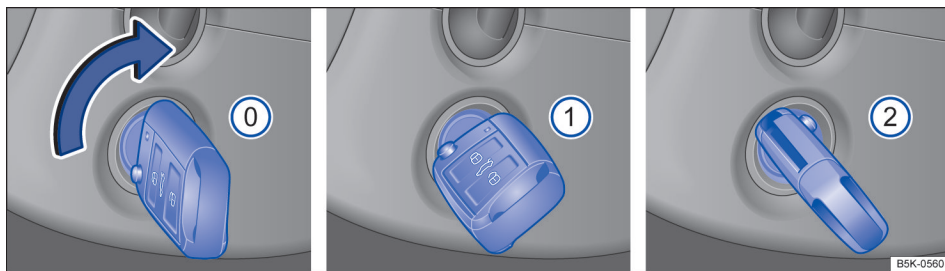

图 88 点火开关锁孔位置
① 切断点火开关电源/关闭发动机/锁止方向盘
点火钥匙处于该位置时→图 88 ①，关闭点火开关，发动机熄火，同时啮合方向盘锁止机构，锁止方向盘。
- 使用机械钥匙发动的车辆：将钥匙由→ 图 88 ① 转到位置→ 图 88 ②。不要给油。当发动机启动时，松开钥匙。